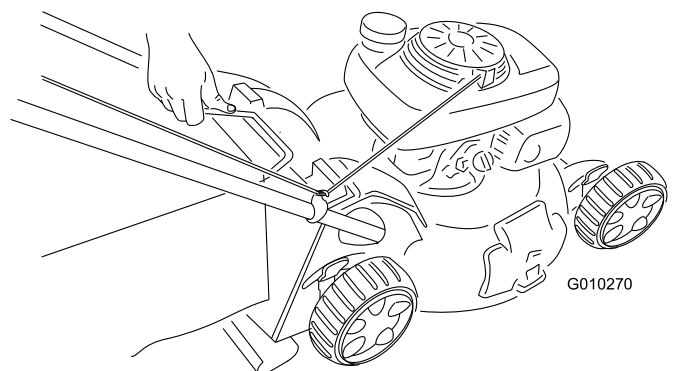

Figura 29
2. Sollevate la maniglia del cesto di raccolta estraendola dalle scanalature presenti sulla parte superiore della macchina e staccare il cesto dalla macchina stessa (Figura 29).